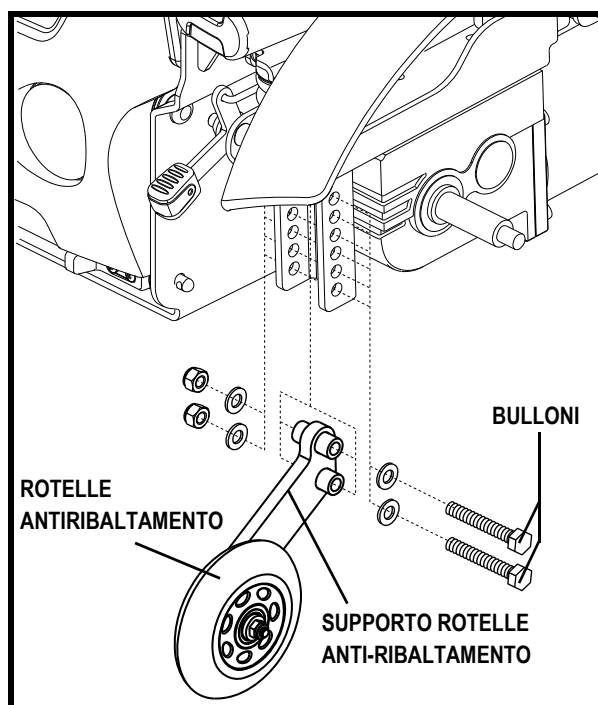

Figura 21. Gruppo rotelle antiribaltamento
1. Estrarre entrambe le viti dal supporto delle rotelle antiribaltamento. Vedere figura 21.
2. Sollevare o abbassare la rotella anti-ribaltamento in incrementi da 12,5 cm (5 in.) allineando i fori di regolazione adeguati. Vedere figura 21.